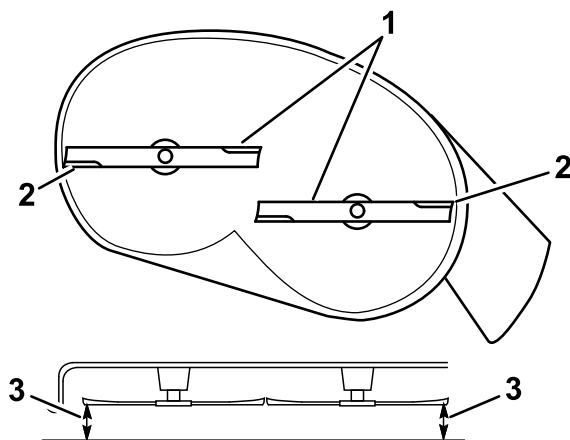

Figura 63
5. Mida entre los bordes de corte exteriores y la superficie plana (Figura 63).
4. Después de realizar el ajuste, compruebe de nuevo la inclinación longitudinal, y siga ajustando la tuerca hasta que la punta de la cuchilla delantera esté entre 1,6 y 7,9 mm más baja que la punta de la cuchilla trasera (Figura 63).